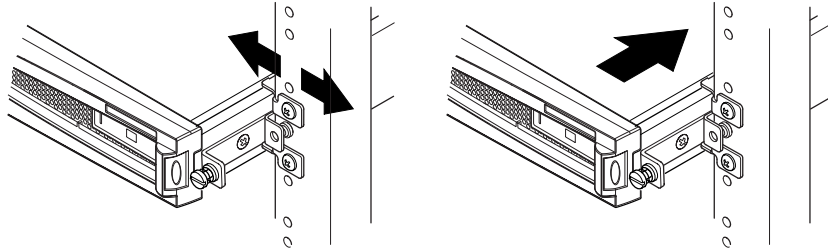

FIGURA 5-8 Ajuste de los rieles de montaje y fijación del servidor en el bastidor
- 8. Coloque el servidor de modo que los tornillos de las orejetas situadas en los laterales encajen en los rieles de montaje del bastidor (consulte la FIGURA 5-8).**